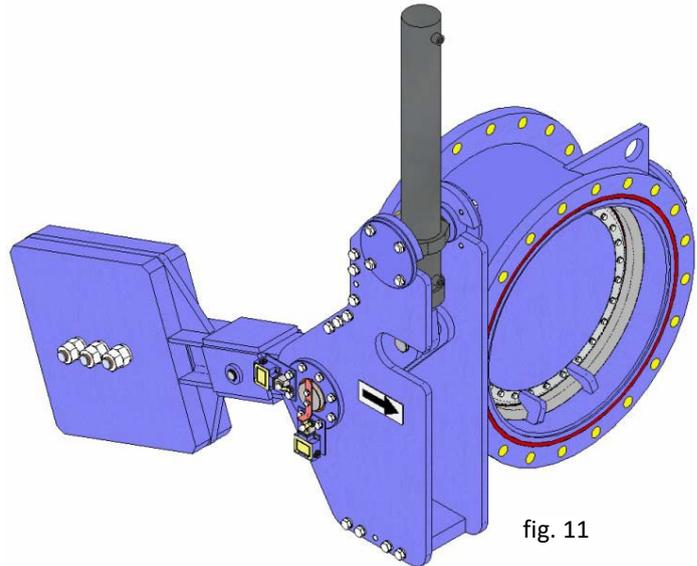

fig. 11
- Accionamento hidráulico (fig. 11): quando a válvula é fornecida com um cilindro hidráulico como actuador, existe a possibilidade de adicionar um contrapeso. Em caso de avaria no circuito hidráulico, este contrapeso tenderia a fechar a válvula, ao passo que o cilindro hidráulico operaria como amortecedor, podendo controlar a velocidade de fecho a partir da válvula estranguladora. Assim, poder-se-ia realizar a regulação para que o fecho se realizasse de forma suave e, desta forma, se evitasse o golpe de aríete.